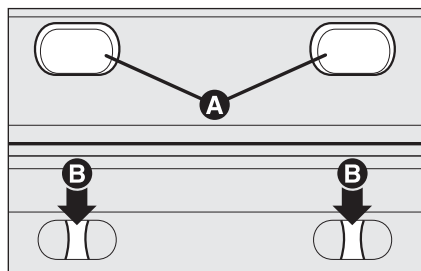
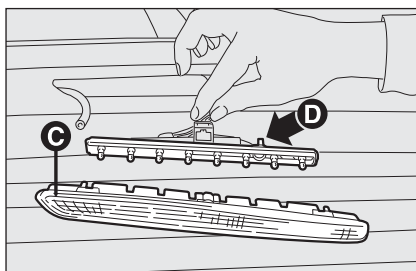

fig. 26
fig. 27
- ☐ quite los tapones de goma **A**-fig. 26;
- ☐ presione en los dispositivos de bloqueo **B**-fig. 26 y saque el grupo transparente **C**-fig. 27;
- ☐ comprima las aletas en sentido contrario **D**-fig. 27 y saque el portalámpara;